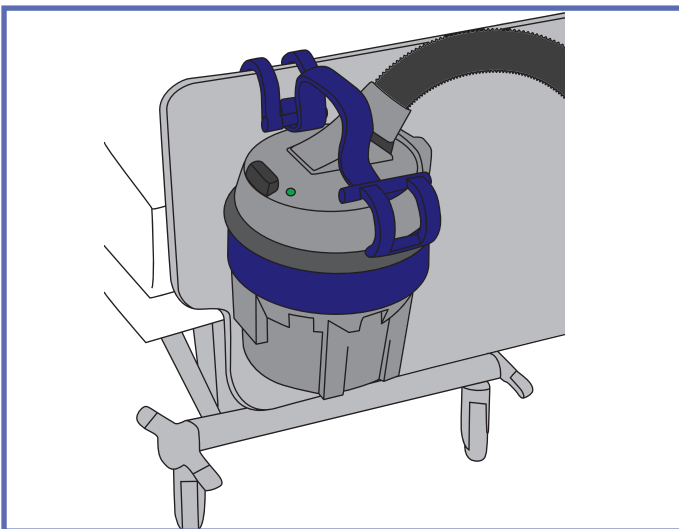

Fig. 8
- Heng luftforsyningen til *Maxi Air* etter festekrokene på flaten som pasienten flyttes til. Pass på at den ikke kan bevege seg eller falle ned, se "Fig. 8".